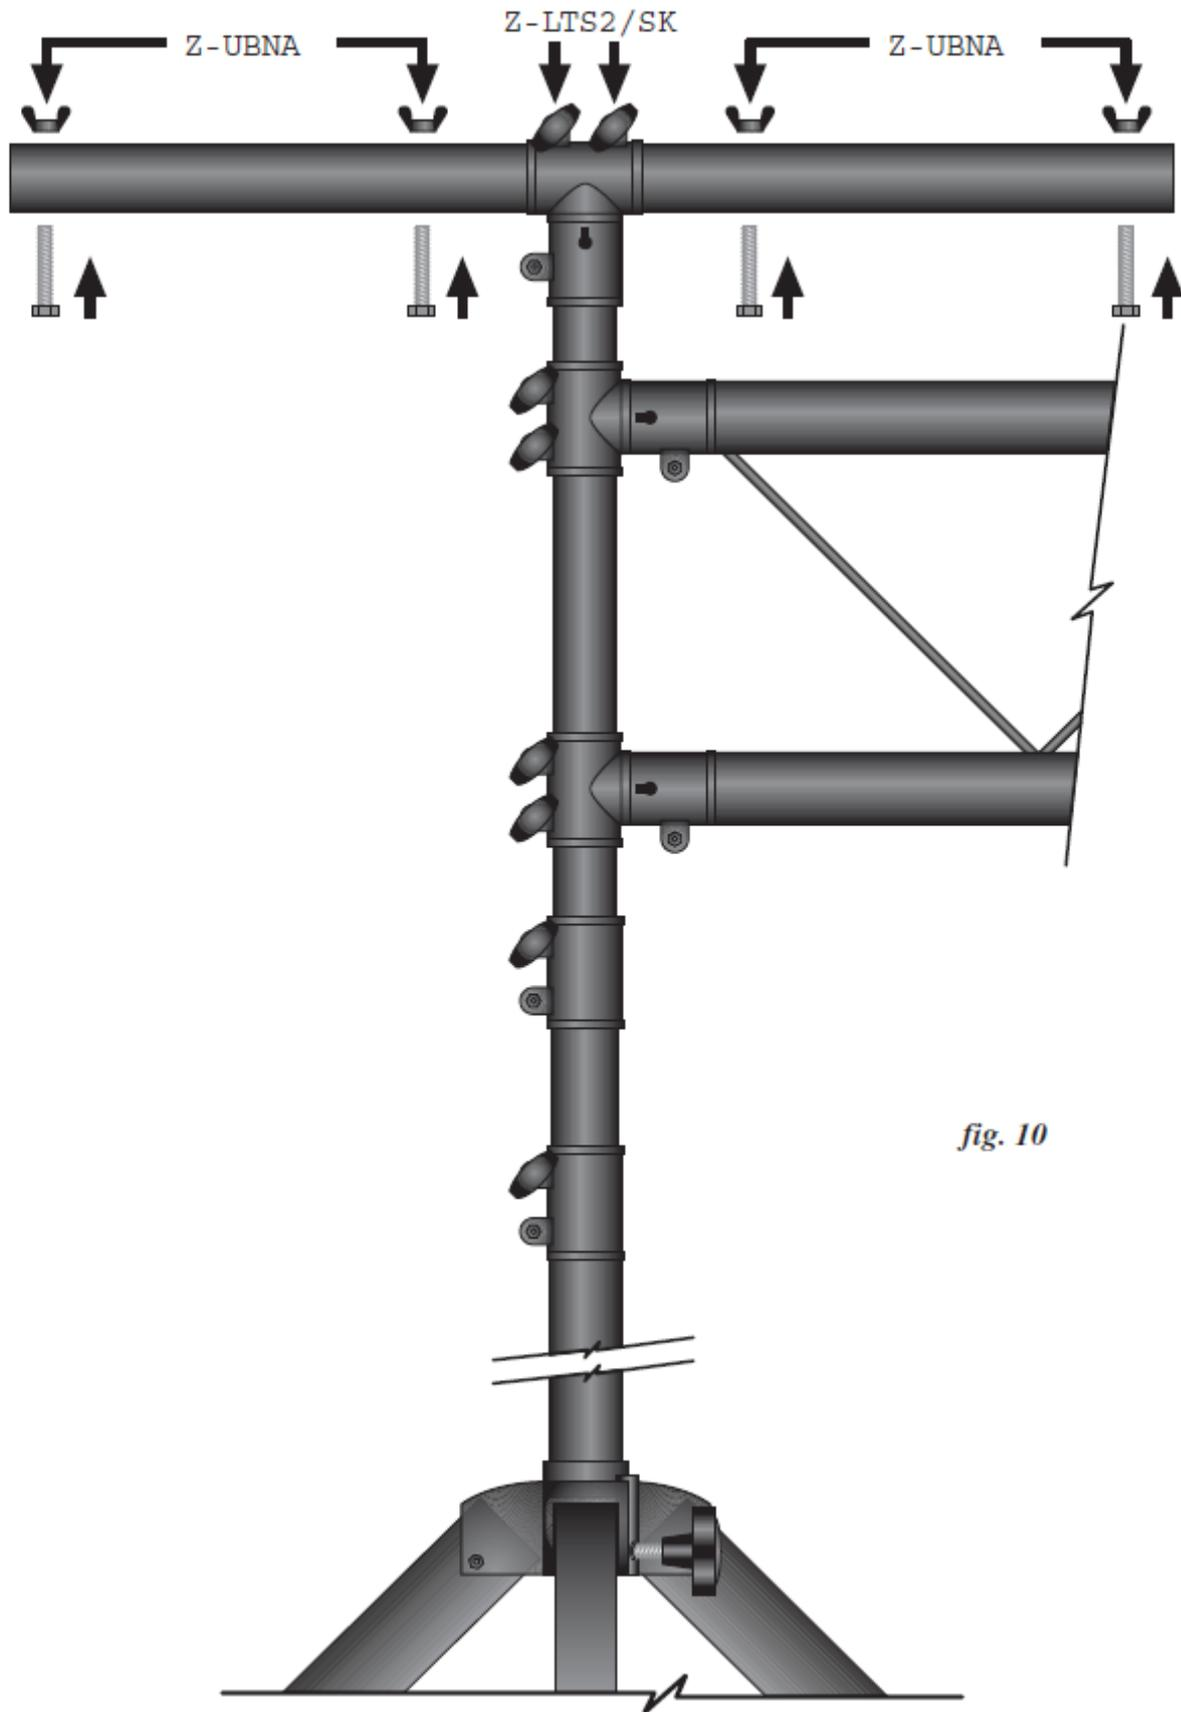

fig. 10
10. Ziehen Sie die Schrauben und die Flügelmuttern im T-Träger an. Schließen Sie diesen Vorgang ab, indem Sie die kleinen Drehknöpfe an den T-Ringen festziehen. (vgl. Abbildung 10)